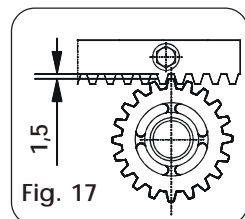

Fig. 17
- Terminata l'installazione della cremagliera, per garantire un corretto ingranamento con il pignone, è opportuno abbassare di circa 1,5 mm (Fig. 17) la posizione del motoriduttore.